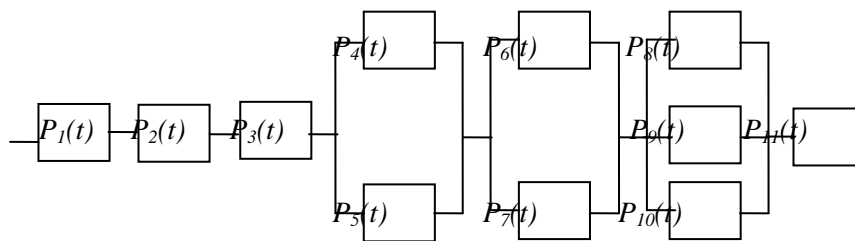

Рис. 4. Блок-схема надежности
6. На рис. 4 приведена блок-схема надежности ХТС. Напишите выражение для определения вероятности безотказной работы ХТС $P_c(t)$.